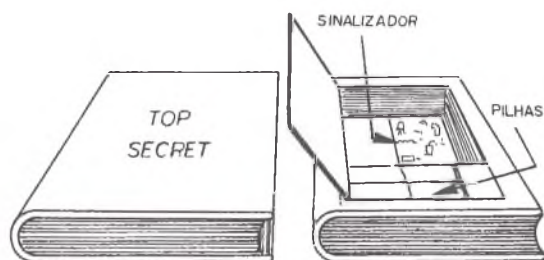

FIGURA 2
b) Montando o seu sinalizador numa caixa em formato de livro (figura 2) você poderá se divertir com algum amigo seu, fazendo-o levar este livro para qualquer lugar (sem saber o que contém na realidade) e depois seguindo-o pelos sinais emitidos. Quando você revelar a ele o conteúdo do livro, sem dúvida sua surpresa será das maiores.